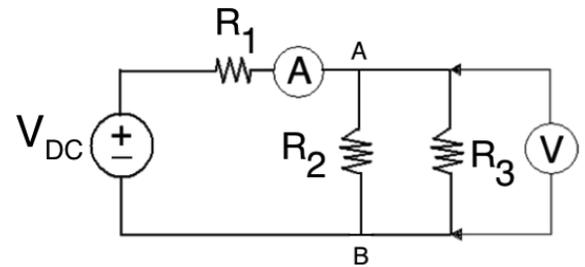

Figura 2
- 11.- Dado el circuito de la Figura 2 con los valores indicados en el Prelaboratorio, calcule la medición del amperímetro A y el voltímetro V bajo las siguientes condiciones:
12.- Registre en la siguiente tabla los valores nominales y reales (medidos con el óhmetro) de las resistencias a utilizar en el circuito de la Figura 2 e indique si dichos valores se encuentran dentro del rango de tolerancia correspondiente.
13.- Monte el circuito de la Figura 2 con los valores indicados. Anote las medidas arrojadas por el voltímetro y el amperímetro así como las escalas utilizadas. Se sugiere repetir cada medición tres veces. Para cada resultado de voltaje o corriente calcule el promedio de los valores registrados y determine el error porcentual.